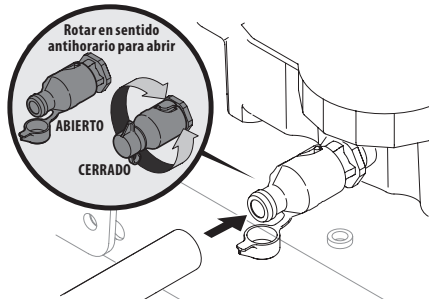

Figura 25
4. Abra la tapita protectora del extremo de la válvula de drenaje para visualizar el orificio de drenaje. Consulte la Figura 25.